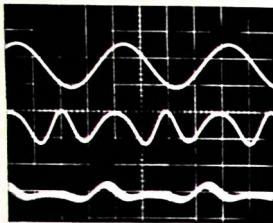

Bild 10. Klirrfaktormessungen an einem Verstärker und am Direktausgang des Sinusoszillators nach Bild 1
Als Beispiel für die zu erwartenden Signalformen sind im Bild 10 die Eingangsspannung (oben) und die Ausgangsspannung (Mitte) des Filters untereinander dargestellt. Man sieht, daß die Grundschwin-
Bei einer genauen Berechnung müßten jedoch die Effektivwerte berücksichtigt werden. Im angegebenen Beispiel (mittleres Oszillosgramm im Bild 10) erhält man mit Gl. (1) einen Klirrfaktor von etwa 1,8 %, wenn man $V = 0,4$ setzt.
Um so geringe Verzerrungen noch mit einiger Sicherheit messen zu können, muß das Eingangssignal einen sehr kleinen Klirrfaktor haben. Zur Überprüfung dieses Eigenklirrfaktors wurde das Doppel-T-Filter an den Direktausgang des Sinusoszillators geschaltet. Der Spannung am Ausgang des Filters (untere Kurve im Bild 10, Empfindlichkeit des Oszilloskopen 5 mV/cm) ist Netzbrummen (zum Teil durch nichtabgeschirmte Verbindungen zum Oszilloskop bedingt) überlagert. Da es aber etwa 80 dB unter dem Nutzsignal liegt, stört es noch nicht. Die Amplitude der Oberwellen ist etwa 3,5 mV_{pp}, am Eingang des Filters liegen 5,6 V_{pp}. Bei überwiegender zweiter Oberwelle im Restgemisch beträgt somit der Eigenklirrfaktor weniger als 0,2 %.